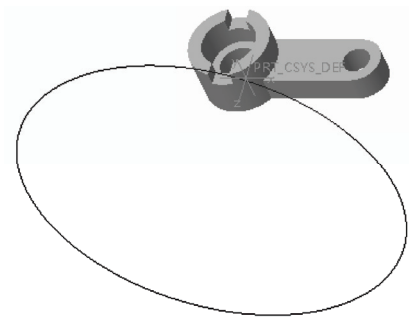

图 5-46 通过方程创建基准曲线
STEP 05 单击“确定”按钮，然后单击“完成”按钮 ，即可通过方程创建基准曲线，如图 5-46 所示。